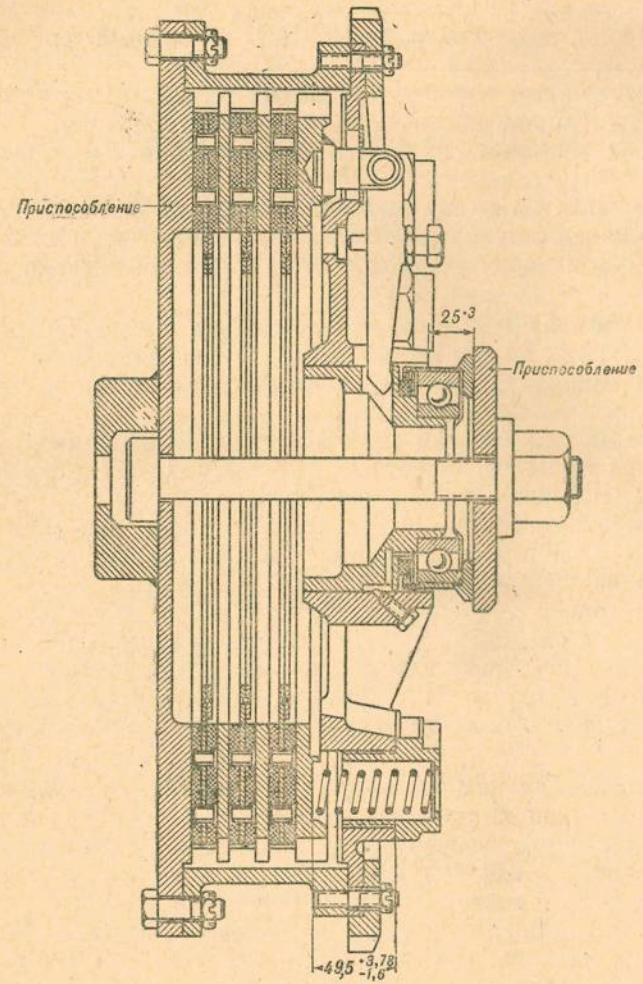

Рис. 88. Проверка хода выжимной муфты на приспособлении
8. Уложить на плиту ведомые и ведущие диски сцепления и выравнять по зубцам, расположив ведущие диски 2 между ведомыми 3. Опустить барабан сцепления на комплект дисков, направив зубцы ведущих дисков по впадинам барабана, и закрепить фланец барабана тремя болтами к плите приспособления. Проверить размер $(49,5 \begin{smallmatrix} +3,78 \\ -1,6 \end{smallmatrix})$ от дна выточек в нажимном диске для пружин до наружных торцов приливов под колпаки пружин в крышке сцепления (рис. 88).
9. Завернуть доотказа колпаки с пружинами и отрегулировать одновременно соприкосновения между торцами регулировочных болтов, рычагов сцепления и упорами крышки. При регулировке оттянуть концы рычагов до упора в торцы окон выжимной муфты, завернуть контргайки регулировочных болтов и проверить при помощи линейки размер 25+3 от наружного торца диска выжимной муфты до торца ступицы крышки сцепления (рис. 88).
10. Установить натяжной болт приспособления, подложив на торец диска муфты шайбу. Затягивая гайку приспособления (выключение фрикциона), проверить ход муфты. При ходе муфты от 7 до 9 мм диски трения фрикциона должны быть расцеплены (рис. 88).